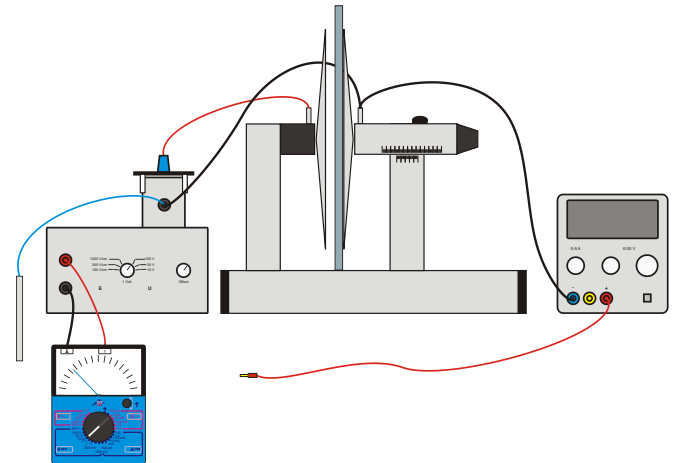

Fig. 2: Montaje experimental.
- Se monta el experimento como se muestra en la Fig. 2.